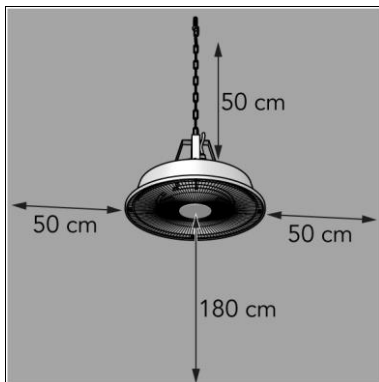

Figura 6
1. Așezați dispozitivul la o distanță minimă (Figura 6) de: